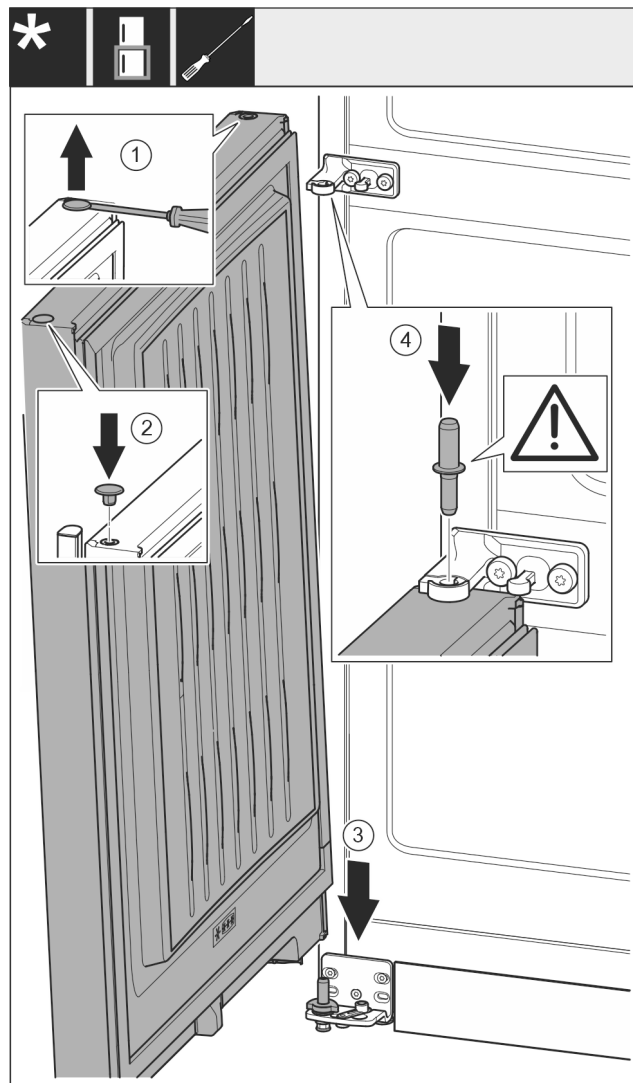

Fig. 19
- ▶ Óvatosan emelje meg a dugót lapos csavarhúzóval, és húzza ki. Fig. 19 (1)
- ▶ Tegye vissza a dugót az ajtó másik oldalára. Fig. 19 (2)
- ▶ Helyezze rá az ajtót felülről az alsó csapszegre. Fig. 19 (3)
- ▶ Helyezze be az alsó ajtóba a középső csapszeget a középső csapágybakon keresztül. Közben ügyeljen arra, hogy a bekattanó bütyök hátrafelé mutasson. Fig. 19 (4)